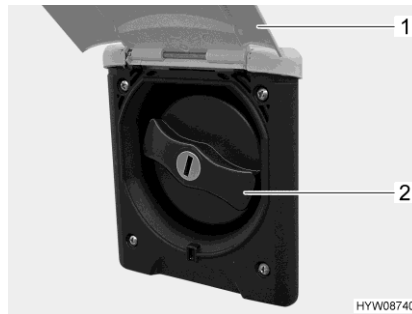

Fig. 157 Coperchio (bocchettone di riempimento dell'acqua potabile)
- Sollevare lo sportello esterno (Fig. 157,1).
- Ruotare il coperchio blu (Fig. 157,2) di un quarto di giro.